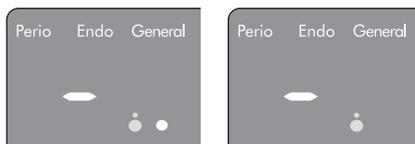

図20
- 水量のバーグラフは、青色ランプ1つ 白色ランプ1つ点灯時が最少です。青色ランプのみの点灯時は注水が止まります。(図20)